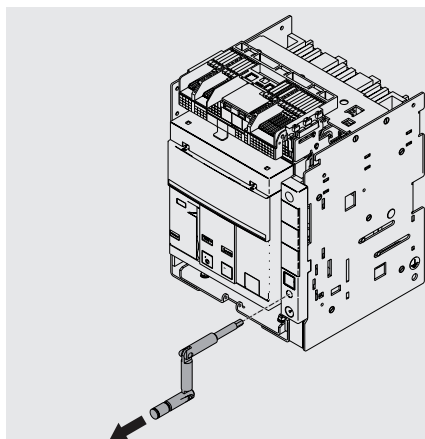

Figure 57
8. Extraire la manivelle. Voir Figure 57.